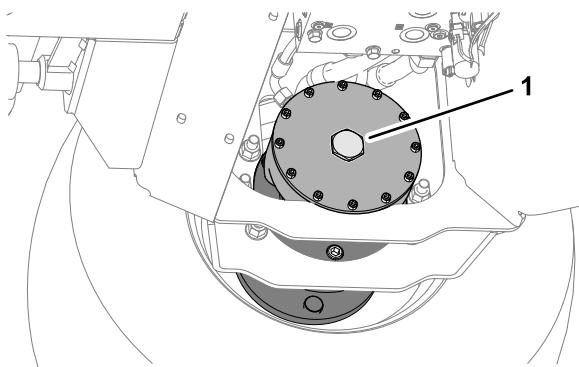

Рисунок 46
2. Заверните шестигранную заглушку в торцевую пластину мотора (Рисунок 46).